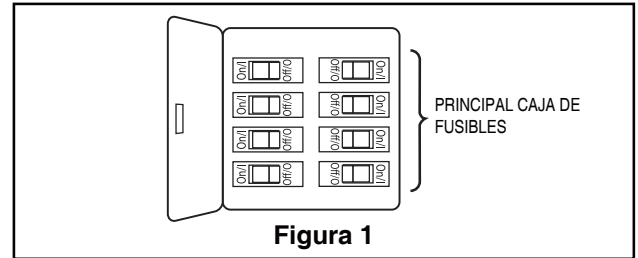

Figura 1
Uso de perfil bajo (Figura 1)
1. Extraiga la pieza de la bola colgante de la unidad de la bola colgante / varilla aflojando el tornillo de presión de la bola colgante hasta que la bola se libere de la varilla. Retire el pasador del barral y luego extraiga la semiesfera. Conserve el pasador y la semiesfera para su reinstalación en el Paso 6 (Figura 1).
Para evitar una posible descarga eléctrica, asegúrese de cortar la alimentación eléctrica de la caja de fusibles principal antes de colgar el ventilador. (Figura 1)
1. Extraiga una de los tornillos de hombro en el soporte del gancho. Afloje el segundo tornillo de hombro sin extraiga completamente. Instale la cubierta rotando la ranura clave en la cubierta sobre el tornillo de hombro del soporte del gancho. Fije el tornillo de hombro. Instale adecuadamente y fije el segundo tornillo de hombro que fue anteriormente guardado. (Figura 1)
1. Coloque el soporte del asa con los postes roscados y la pata inclinada hacia arriba. Coloque el asa sobre el soporte del asa con los postes roscados que se muestran. Asegúrese de que el borde inferior del asa esté completamente asentado sobre el soporte del asa. Coloque la cubierta del soporte del asa sobre la parte superior del asa, colocando los orificios sobre los postes roscados. Apriete los tornillos de cabeza plana para asegurar el asa al soporte del asa. (Figura 1)
1. Extraiga los seis tornillos del soporte ubicado en la parte inferior de la unidad del motor. Instale la unidad de la placa de luz en al soporte utilizando los tornillos retirados previamente. (Figura 1)